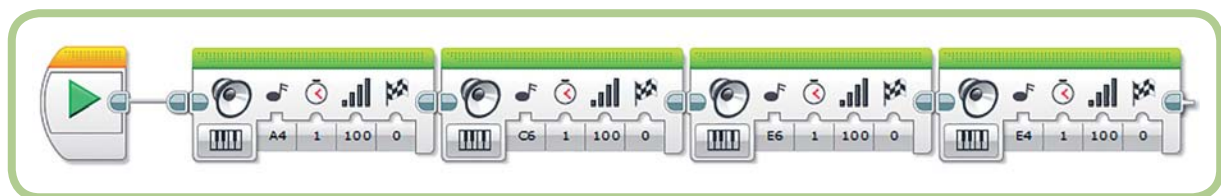

Рис. 12.8. Редактирование контейнера *Chime*
3. Добавь еще два блока **Звук** (Sound). Активируй режим **Воспроизвести ноту** (Play Note) и выбери ноты для воспроизведения (рис. 12.8).